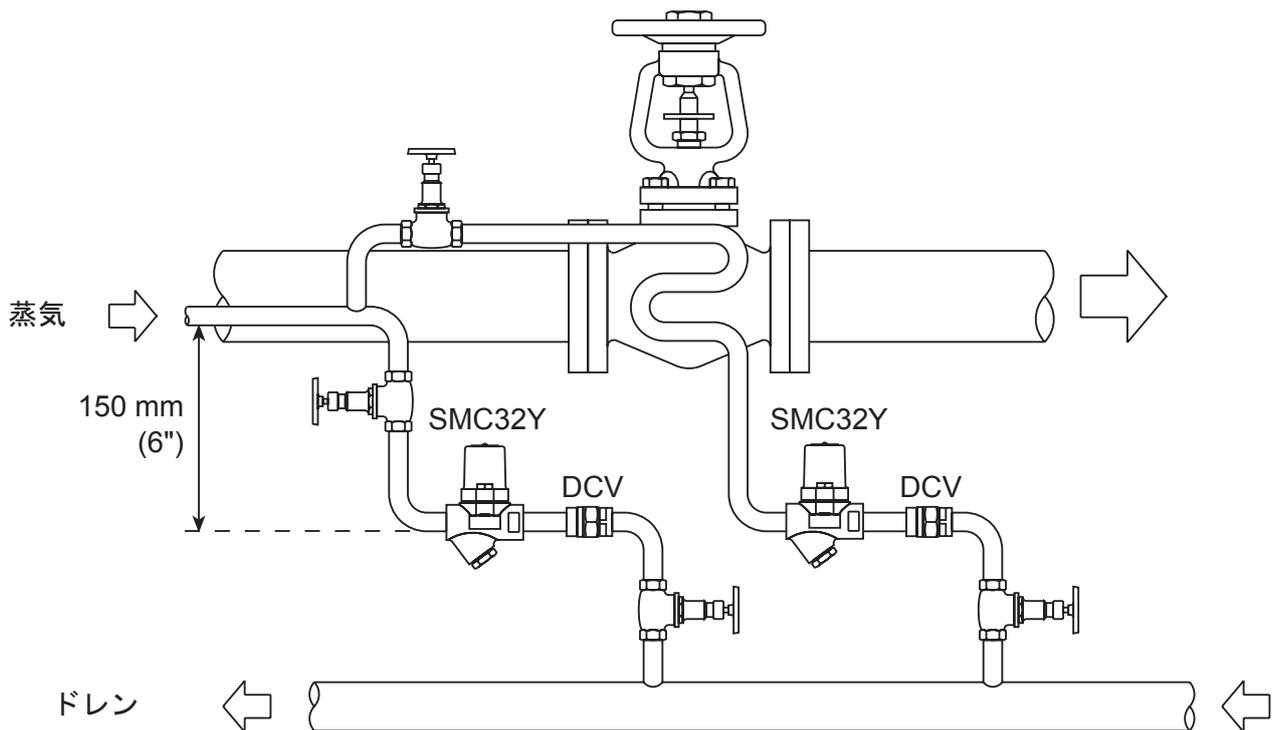

図 3.
- 3.4** トラップは水平あるいは垂直、いずれの向きでも設置できるように設計されています。トラップの直前、150mmに立下り管の設置をお勧めします。(図3参照)
- 3.5** スチーム・トラップが背圧のある回収配管にドレンを排出する場合、必ずトラップの二次側に逆止弁を取り付けてください。例として、ドレン配管が立ち上げがっている配管など。逆止弁は入口圧力が減少あるいは蒸気が遮断された時、蒸気スペースが水浸しになるのを防ぎます。スパイラックス・サーコのDCV型をお奨めします。図3を参照ください。